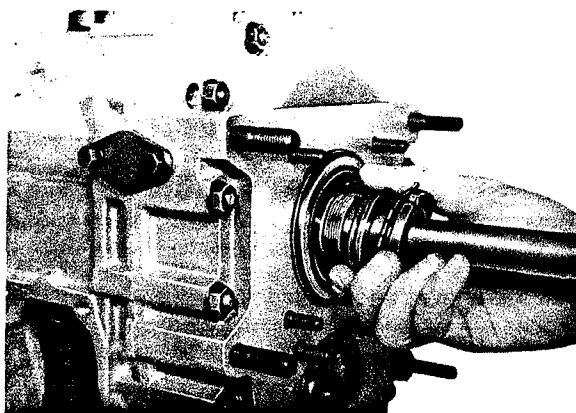

Fig. 49
Engager les jons d'arrêt (206 et 431) dans les gorges des roulements à billes (207 et 430). Emmancher ces deux roulements à billes à force dans les alésages correspondants du carter. Faire glisser la bague intérieure du roulement à billes, la tôle d'arrêt (205) et l'écrou à rainures (204) sur l'arbre menant (fig. 49). Visser l'écrou à rainures sur le filetage (pas à gauche) et le serrer avec l'outil „6“. Couple de serrage 180 à 220 N.m (18 à 22 kg.m). En même temps, engager 2 vitesses. Rabattre une patte de la tôle d'arrêt dans la rainure correspondante de l'écrou à rainures.